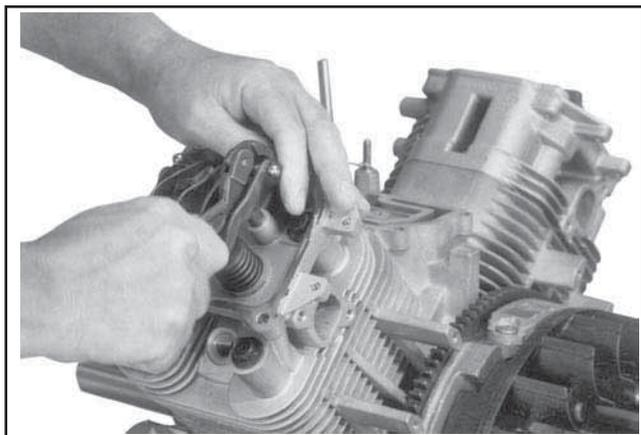

Figure 11-47. À l'aide d'une clé soulever le culbuteur sur la tige de poussoir.
4. Utiliser une clé ou un outil de levage à culbuteur (voir la Section 2) pour soulever les culbuteurs et placer les tiges des poussoirs en dessous. Voir la Figure 11-47.